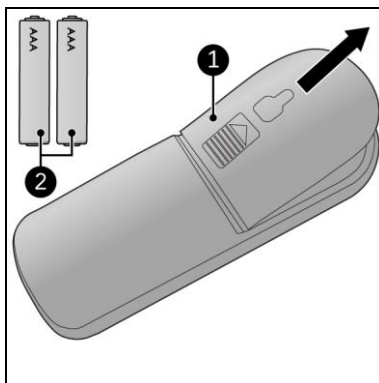

Figura 13
1. Scoateți capacul (Figura 13, poz. 1).
3. Introduceți două baterii (AAA 1,5 V) (Figura 13, poz. 2) în compartimentul pentru baterii, conform indicațiilor. Asigurați-vă că introduceți bateriile în mod corect.
5. Scoateți bateriile (Figura 13, poz. 2) din telecomandă.